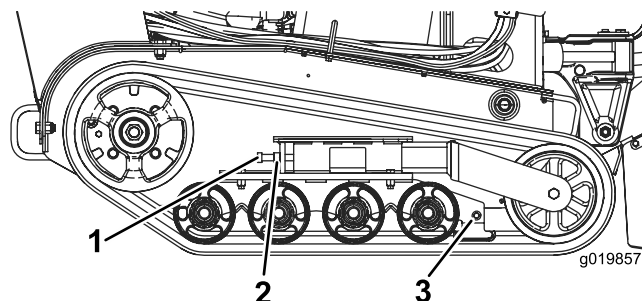

図 48
3. クローラのテンションボルトのジャムナットをゆるめる 図 48。
4. テンションボルトを $32.540\text{N} \cdot \text{m}$ $3.34.2\text{kg} \cdot \text{m} = 2430\text{ft} \cdot \text{lb}$ にトルク締めする 図 48。
4. テンションボルトとジャムナットをゆるめる 図 48。